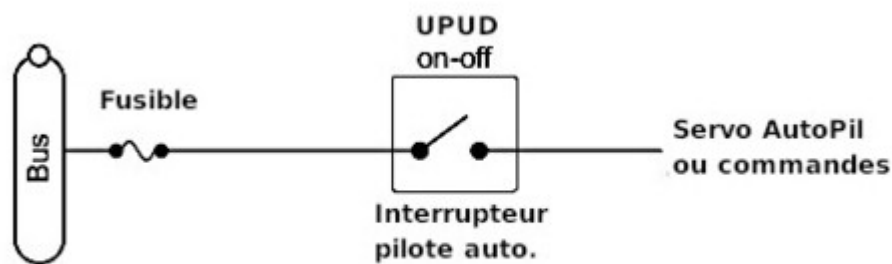

FIGURE 7 : Interrupteur pilote automatique
- **Déconnexion alimentation pilote automatique** : Cet interrupteur coupe l'alimentation au pilote automatique dans une urgence au cas où le pilote automatique se comporte de façon erratique. Les pilotes automatiques ont aussi des goupilles fusibles sur les servos de commande que le pilote peut casser dans le cas où le servo lui-même se bloque. Ces deux mécanismes ensemble font une bonne sécurité de contournement. L'interrupteur est placé entre le disjoncteur pilote automatique et les servos de commande (figure 7).